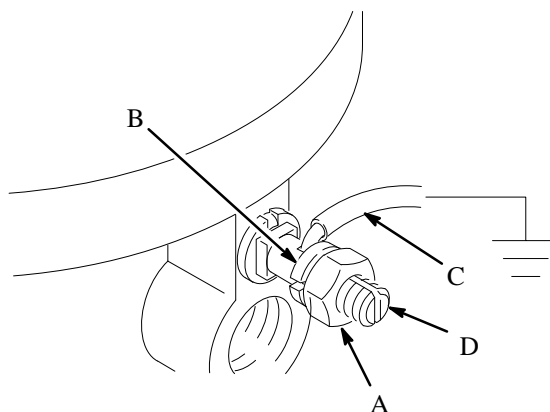

Рис. 1
Рис. 1. Ослабьте контргайку (A) наконечника заземляющего проводника и шайбу (B). Вставьте один конец провода заземления минимум 12 калибра (1,5 мм²) (C) в отверстие в наконечнике заземляющего проводника (D) и затяните контргайку до упора. Соедините другой конец провода с грунтовым заземлением. Номер провода и зажима заземления по каталогу — 222011.